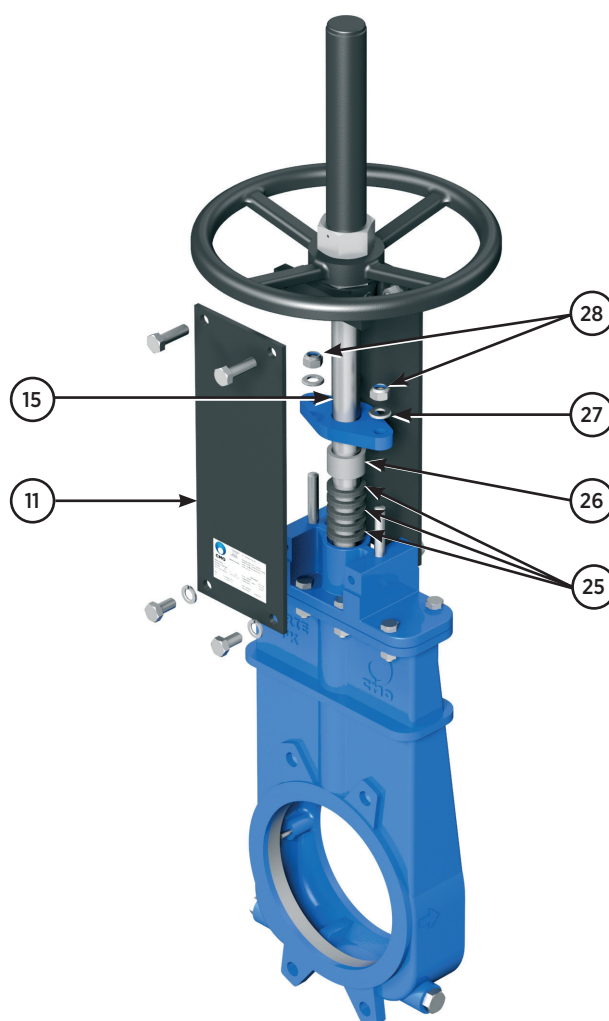

Fig. 10
3. Aunque no sea imprescindible, para más comodidad y disponer de más espacio para trabajar se aconseja soltar una placa soporte (11) tal como se refleja en la fig. 10.
4. Soltar las tuercas (28) y elevar sobre el vástago la brida prensaestopas (27) y el casquillo prensaestopas (26).
5. Extraer la empaquetadura (25) antigua mediante una herramienta puntiaguda, teniendo cuidado en no dañar la superficie del vástago (15).
7. Introducir la nueva empaquetadura (25). Durante esta operación es muy importante que ambos extremos de cada anillo estén perfectamente unidos. A continuación mostramos las dimensiones de empaquetadura (tabla 3).
8. Colocar el casquillo prensaestopas (26) y la brida prensaestopas (27) en su posición original, teniendo en cuenta que no deben de tocar el vástago (15), apretar cuidadosamente todas las tuercas (28) de modo cruzado, asegurarse que hay la misma distancia entre la brida prensaestopas (27) y el vástago (15) en toda la vuelta. Volver a montar la placa soporte (11).